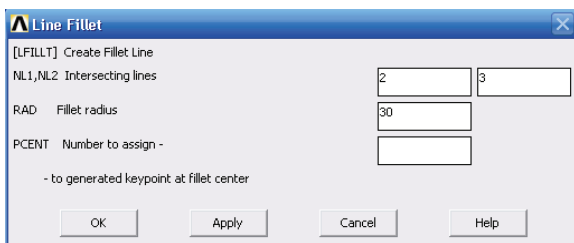

图 2-36 线段倒角对话框
10) 选择 Main Menu | Preprocessor | Modeling | Create | Lines | Line Fillet 命令, 出现 Line Fillet 拾取菜单, 在输入栏中输入 2, 3, 单击 OK 按钮, 出现 Line Fillet 对话框, 在 NL1,NL2 Intersecting lines 后面的 2 个输入栏中依次输入 2、3, 在 RAD Fillet radius 输入栏中输入 30, 如图 2-36 所示, 单击 OK 按钮关闭该对话框。